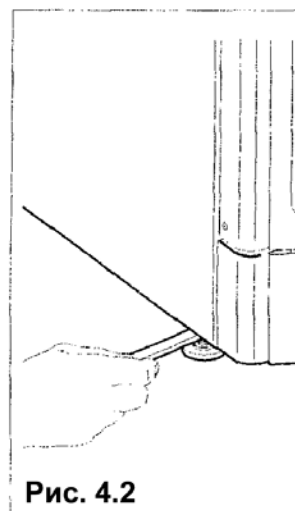

Рис. 4.2
- Установите торговый автомат, используя для его выравнивания регулируемые ножки, уже прикрепленные к автомату (рис. 4.2). Проверьте, чтобы наклон автомата не превышал 2 градусов.